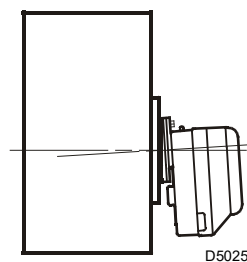

Fig. 5
- Lorsque le montage est terminé, vérifier que le brûleur soit légèrement incliné comme en Fig. 5.